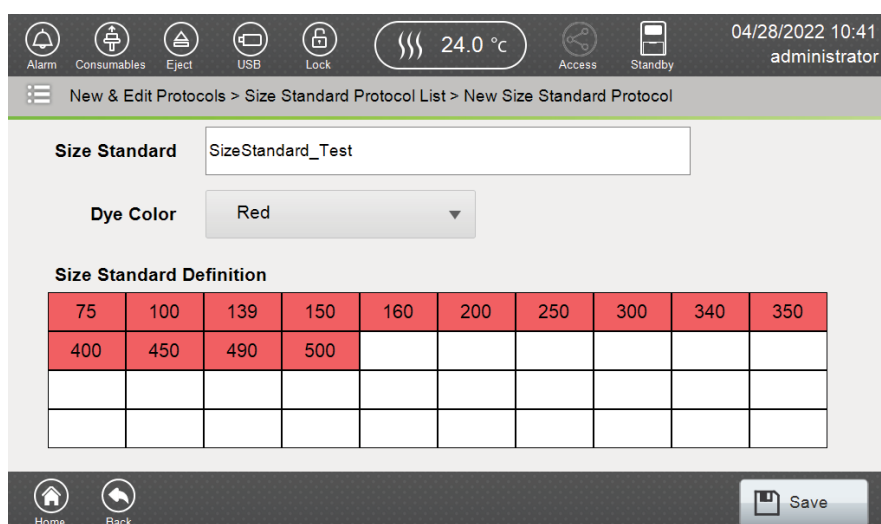

図 139 Size Standard Definition
6. New Size Standard Protocol 画面に表示されるスタンダードのサイズを確認し、**Save** を選びます。(図 139)